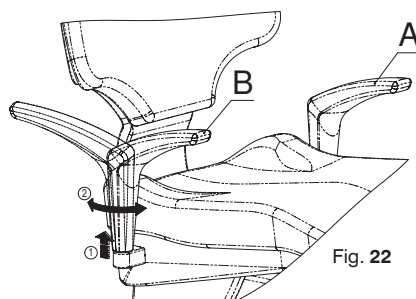

Fig. 22
Pour faire pivoter l'accoudoir optionnel (A), il doit être tiré vers le haut (maintenu dans son emplacement) jusqu'à ce que le mécanisme de rotation soit actionné, permettant de le faire tourner jusqu'à ce qu'il atteigne la limite où il s'arrête. Pour remettre l'accoudoir à sa position initiale, il suffit de le tirer vers le haut et le tourner vers l'intérieur jusqu'à ce qu'il se verrouille automatiquement (Fig. 22).